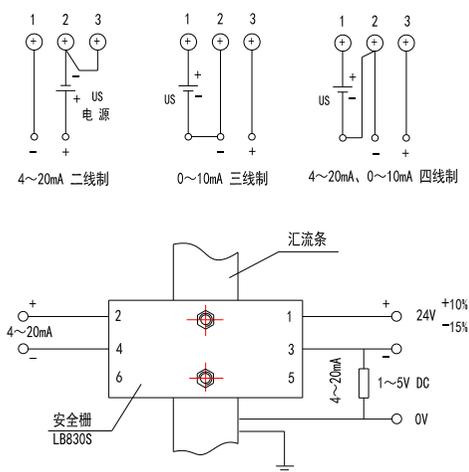

图 9
3. 打开远传信号盒的盖，按图 9 所示线路图接线后务必旋紧盖或罩的紧固螺钉，以防尘防滴。
11. 本安型防爆仪表必须接装安全栅 LB803S 等安全栅，接线见图 9 所示。有关安全栅的详细安装说明，参照该产品生产厂的使用说明书。